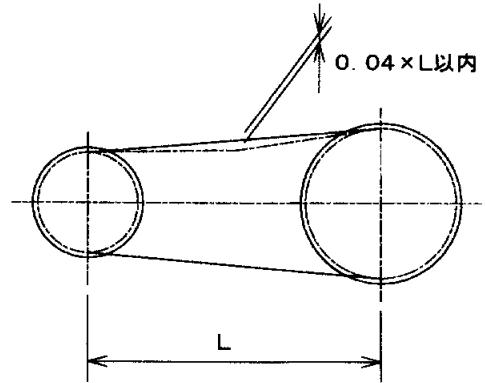

図3 チェーンたるみ量
- (2) チェーンのたるみ量は、スパン長の4%程度としてください。図3参照。たるみが大き過ぎると始動時衝撃が過大となり、ギヤードモータを損傷することがあります。